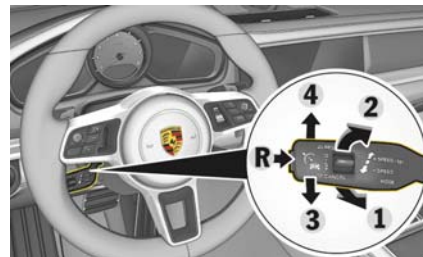

図 2 : アダプティブ・クルーズ・コントロールの操作
1. ステアリング・ホイールの操作レバーを前方 (図2) に押ししてください。